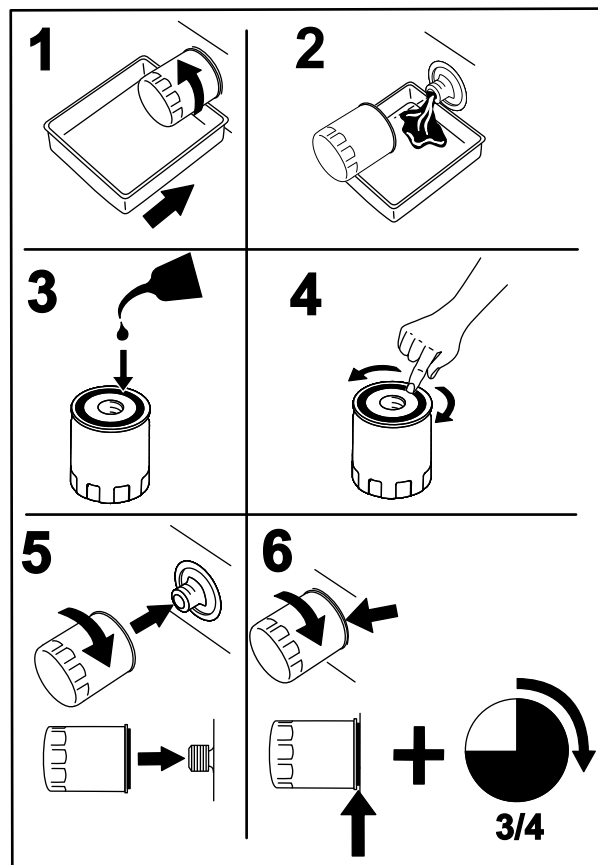

Figura 47
2. Cambiate il filtro dell'olio del motore (Figura 47).